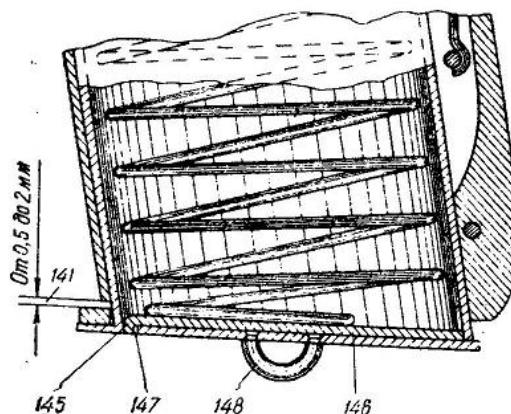

Рис. 43
Зазор между нижним обрезом рукоятки и крышкой магазина может быть в пределах 0,5—2 мм (141 на рис. 43).
- Износ зуба защелки крышки (145 на рис. 43).
2. Изгиб защелки крышки (146 на рис. 43).
3. Износ щели для зуба в крышке (147 на рис. 43).
<p>Срыв ушка крышки магазина (148 на рис. 43).</p> <p>Шатанье ушка крышки не допускается.</p>	<p>Подтянуть концы ушка молотком.</p> <p>При срыве и утере ушка изготовить новое по эскизу и приклеить к крышке.</p>